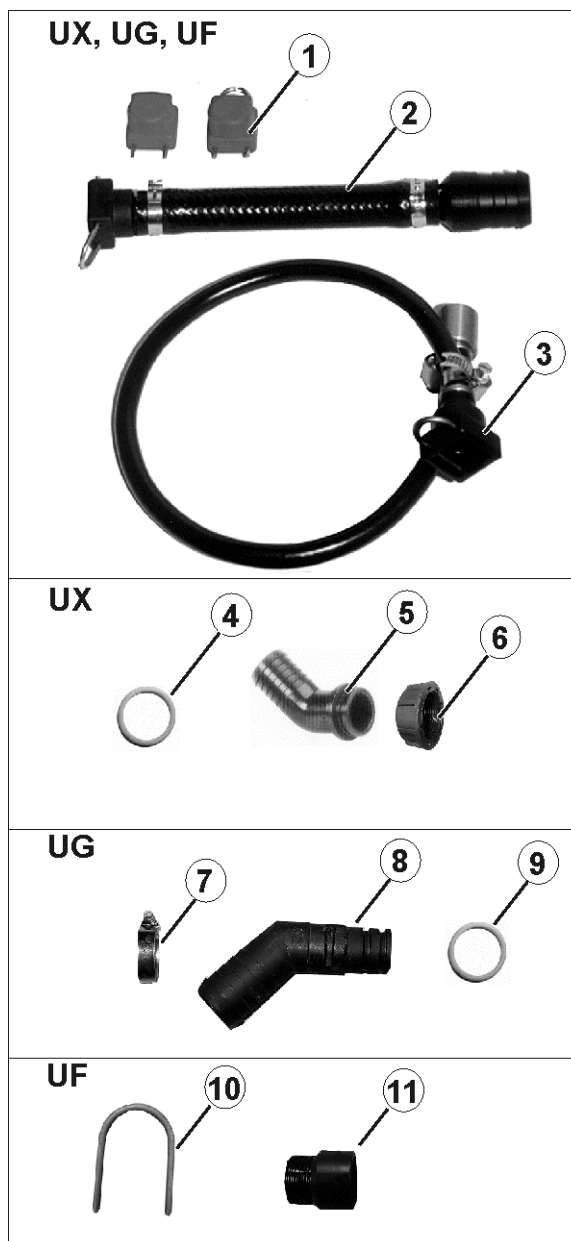

Bild 189
1. Lossa överfallsmuttern (Bild 189/1).